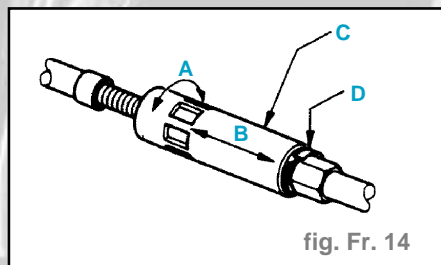

fig. Fr. 14
- Enlever l'élément de sûreté (D) et serrer l'écrou de réglage (C) jusqu'en butée (fig. Fr. 14).